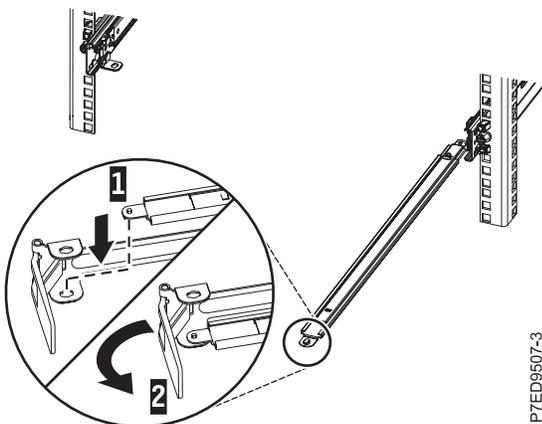

Figura 13. Fijación de la pieza de sujeción de tope del portacables en el brazo de soporte
2. Localice el orificio de la esquina inferior interna de la pieza de sujeción de tope de portacables en forma de L (**B**). Coloque el extremo que queda libre del brazo de soporte de modo que la lengüeta de bloqueo de la parte inferior de la punta quede alineada con el orificio de la abrazadera. Inserte la pestaña en el orificio (1) y haga girar la pieza de sujeción (2) para fijarla al brazo de soporte, tal como se muestra en la Figura 13.